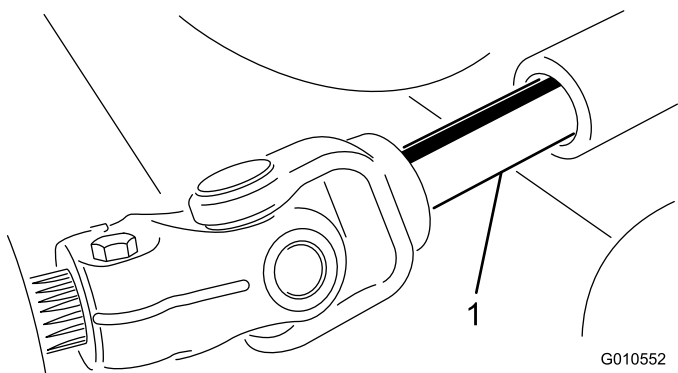

図 17
4. エンジンを停止させ、カuttingユニットをトラクションユニットから外し、PTO シャフトのオスメスの接続部分を解除する (図 17)。